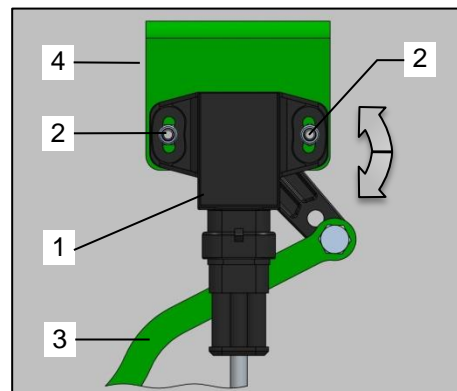

Bild 32: Winkel-Sensor
- Lösen Sie die beiden Muttern (Bild 32 / Pos.2) am Sensor (Bild 32 / Pos.1).
- Verdrehen Sie den Sensor (Bild 32 / Pos.1), bis das Terminal den Wert 0% bei der jeweiligen Funktion des Sensors anzeigt.
- Ist der Wert erreicht, halten Sie den Winkel-Sensor in dieser Position und ziehen Sie die beiden Muttern (Bild 32 / Pos.2) unter Berücksichtigung des maximalen Anzugsmoments wieder an.